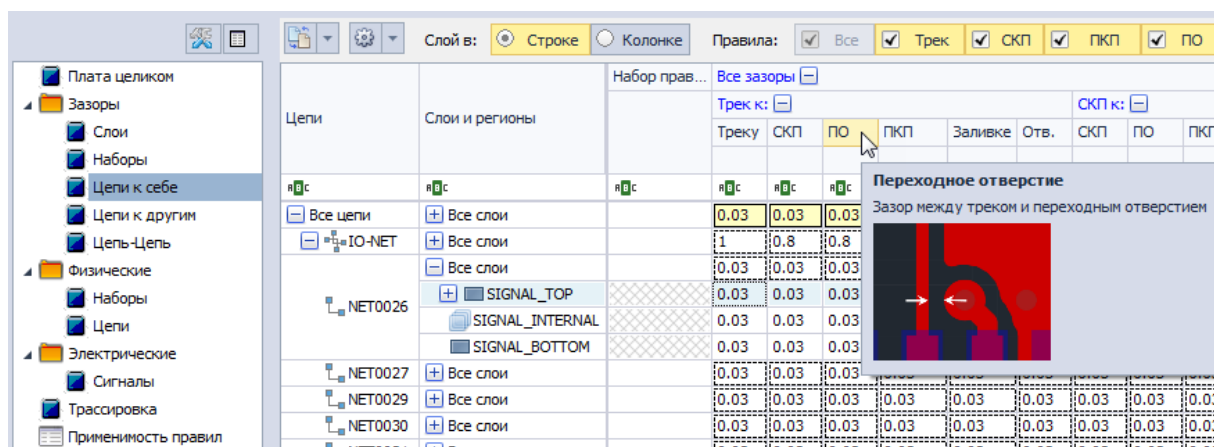

Рис. 6 Зазор между треком и сквозной контактной площадкой
- Зазор между треком и ПО обозначается как «Треку к ПО», см. Рис. 6. Зазор определяет область вокруг ПО, в которой не может присутствовать какой-либо элемент трека.